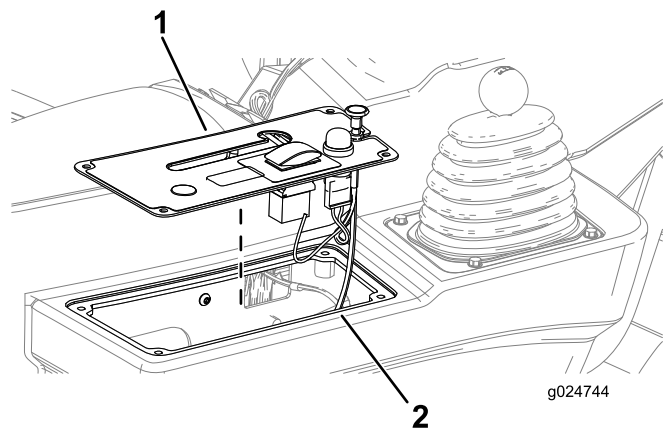

Figura 53
7. Alinee la tapa del panel de control con la consola lateral (Figura 53).